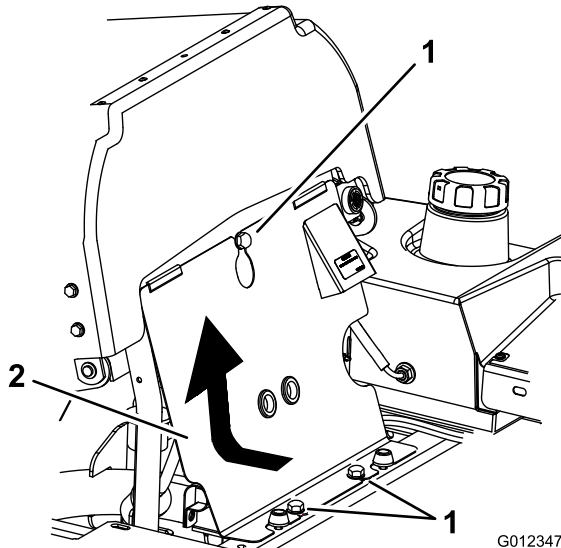

Bild 40
1. Klappen Sie den Sitz hoch, lösen Sie die Schrauben und entfernen Sie die vordere Motorabdeckung (Bild 40).